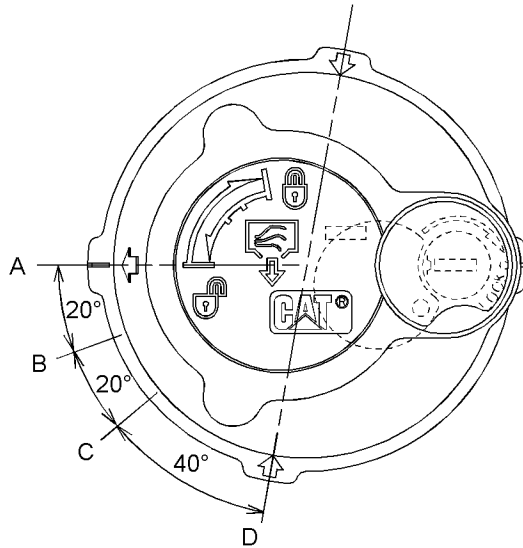

Ilustración 485
4. Suelte la presión que puede haber en el circuito hidráulico de retorno con el siguiente procedimiento. Consulte la Ilustración 485 para ver las posiciones de la tapa del tubo de llenado.
- a. Gire la tapa del tubo de llenado hacia la izquierda y mueva la flecha de la posición (A) a la posición (B).
- b. Suelte la presión durante un mínimo de 45 segundos moviendo la flecha de la posición (B) a la posición (C).
- c. Oprima la tapa del tubo de llenado hacia abajo y mueva la flecha de la posición (C) a la posición (D).